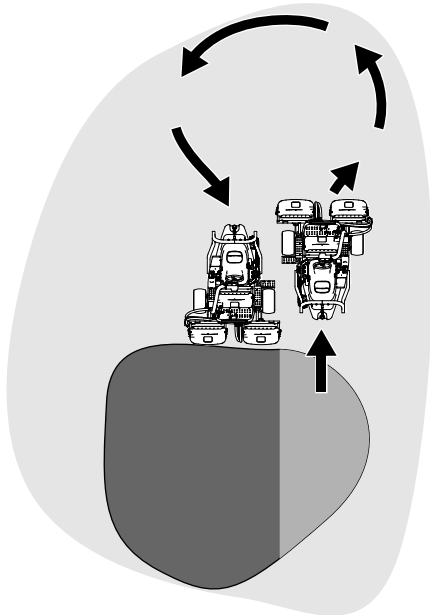

Bild 29
6. Verkürzen Sie die Betriebszeit und vereinfachen Sie das Ausrichten für den nächsten Durchgang, indem Sie die Maschine vorübergehend in die entgegengesetzte Richtung und dann in die Richtung des ungemähten Teils drehen. Führen Sie eine tränenförmige Wende durch (Bild 29), um die Maschine schnell für den nächsten Durchgang auszurichten.